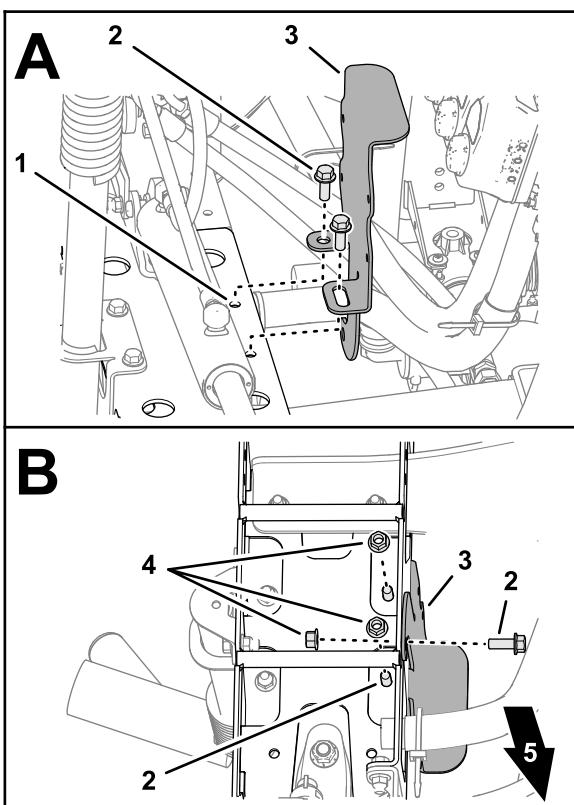

Figure 140
2. Alignez les trous et la fente du support d'ECU sur les trous du cadre droit (Figure 140).
3. Fixez le support d'ECU au cadre en treillis (Figure 140) à l'aide de 3 vis à embase ( $\frac{3}{8}$ " x 1") et de 3 contre-écrous à embase ( $\frac{3}{8}$ ").